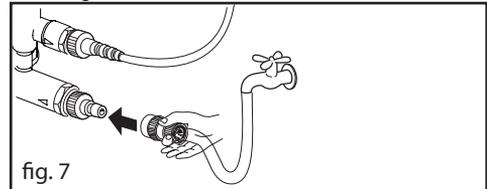

fig. 7
3. Koble vannforsyningsslangen til hurtigkoblingen pumpen (inlet) Max. 1 MPa, temperatur max. 40° C (fig.7).